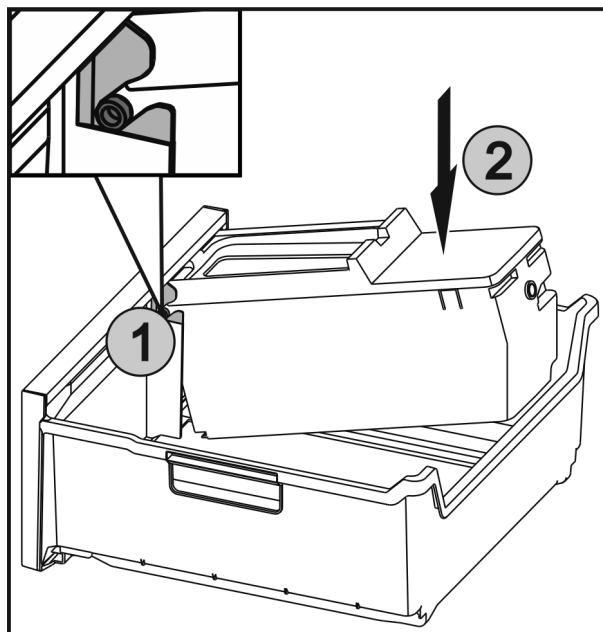

Fig. 51
- ▶ Osie Fig. 51 (1) na EasyTwist-Ice wsunąć w prowadnicę, a tylną stronę wcisnąć, Fig. 51 (2) aż nakładka się zazębi.